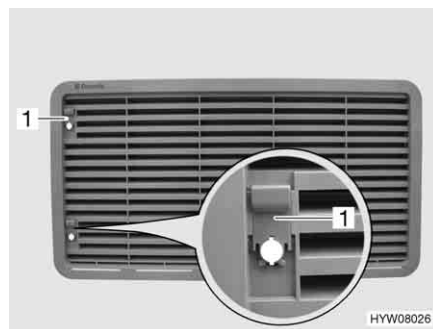

Fig. 224 Grille d'aération du réfrigérateur (avec curseur)
- Pousser le curseur (Fig. 224,1) vers le haut.